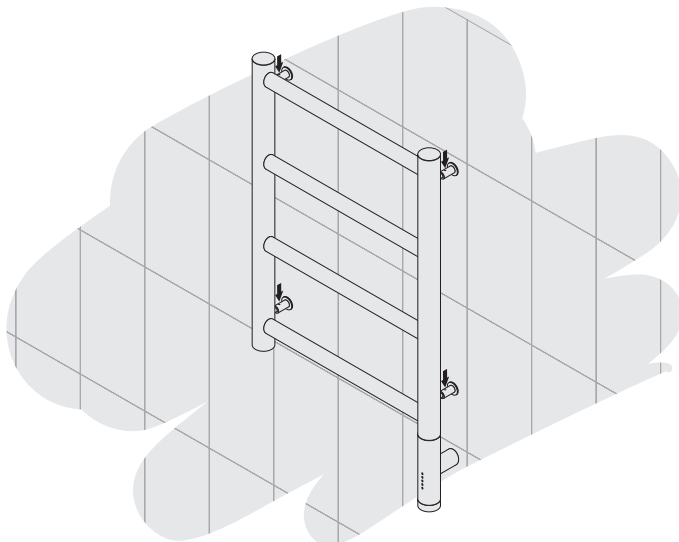

Рис.14
- 4.2.10. Произвести установку полотенцесушителя, используя стопорные винты (рис. 14).